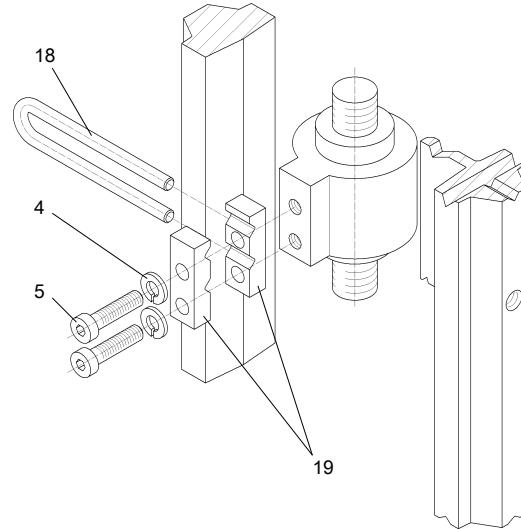
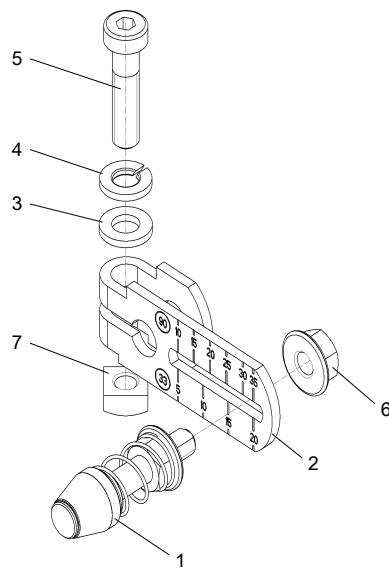
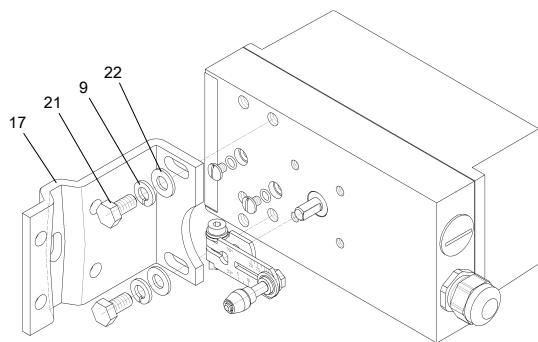

Abb. 14: Montage Hubabgriff an Antriebsspinde
Abb. 15: Hebel montiert
Abb. 16: Montage NAMUR-Anbauwinkel
1. Abb. 14: Klemmstücke (19) mit Zylinderschrauben (5) und Federringen (4) an der Antriebsspindel montieren.
2. Abgriffbügel (2) in die Ausfrässungen der Klemmstücke schieben. Benötigte Länge einstellen und Schrauben so festziehen, dass der Abgriffbügel noch verschiebbar ist.
3. Abb. 15: Am vormontierten Hebel (2) den Stift (1) auf den am Antrieb angegebene Wert des Hubbereiches oder, wenn dieser nicht als Skalierungswert vorhanden ist, den nächst größeren Skalierungswert einstellen. Bei Unsicherheit bezüglich des tatsächlichen Antriebshubes (pneumatische Stellantriebe verfügen häufig über eine Stellwegreserve) sollte grundsätzlich der nächst größere Skalierungswert gewählt werden. Die Stiftmitte muss auf dem Skalierungsstrich auf dem Hebel (2) stehen. Der gleiche Wert kann später bei der Inbetriebnahme unter Parameter "3.YWAY" eingestellt werden, um nach der Initialisierung den Stellweg in mm anzuzeigen.
4. Hebel (2) bis zum Anschlag auf Stellungsreglerachse schieben und mit Zylinderschraube (5) fixieren.
5. Abb. 16: Anbauwinkel (17) mit zwei Sechskantschrauben (21), Federringen (9) und U-Scheiben (22) auf der Rückseite des Stellungsreglers montieren. Die Wahl der Lochreihe hängt von der Laternenbreite des Antriebes ab. Dabei soll die Rolle möglichst nahe an der Spindel in den Abgriffbügel (18) eingreifen, darf aber nicht die Klemmstücke (19) berühren.